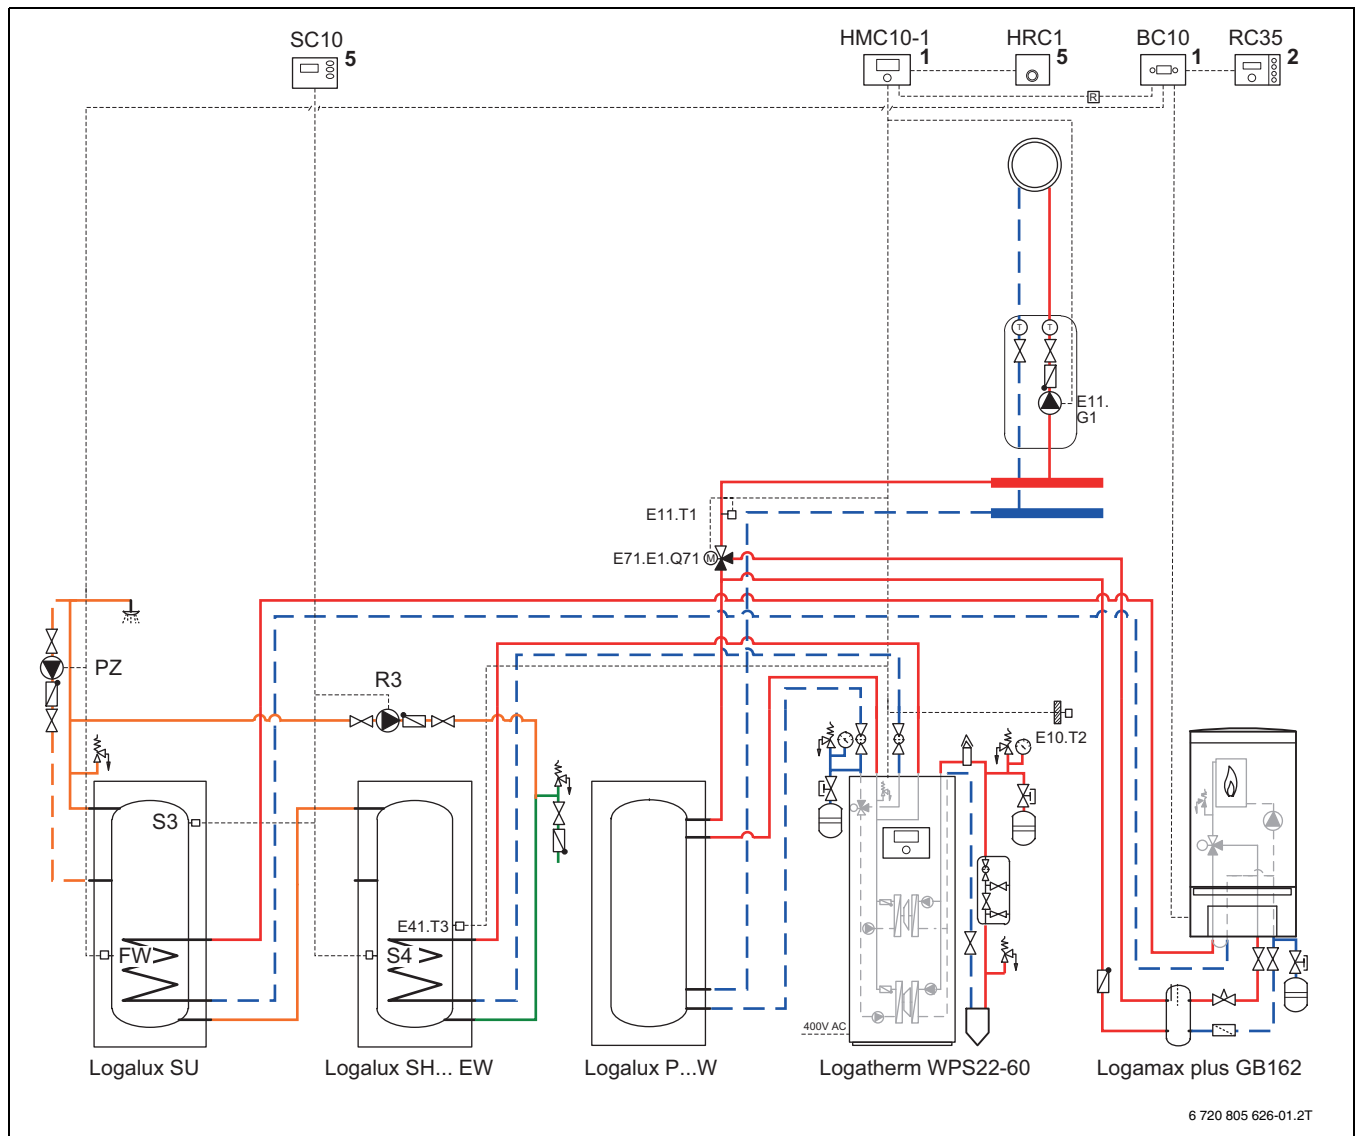

Bild 85 Schaltbild für das Anlagenbeispiel (Abkürzungsverzeichnis → Seite 71)
- Im Anlagenbeispiel Bild 85 dient der Speicherwassererwärmer der Wärmepumpe als Vorwärmstufe für den nachgeschalteten Speicherwassererwärmer des Brennwertgeräts.